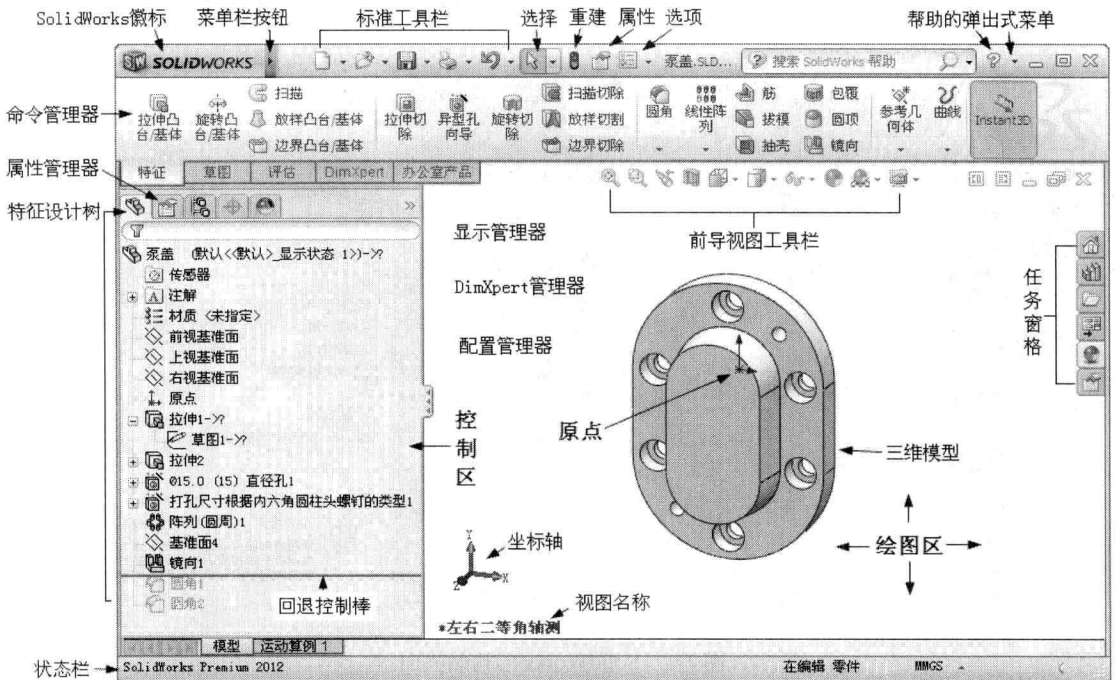
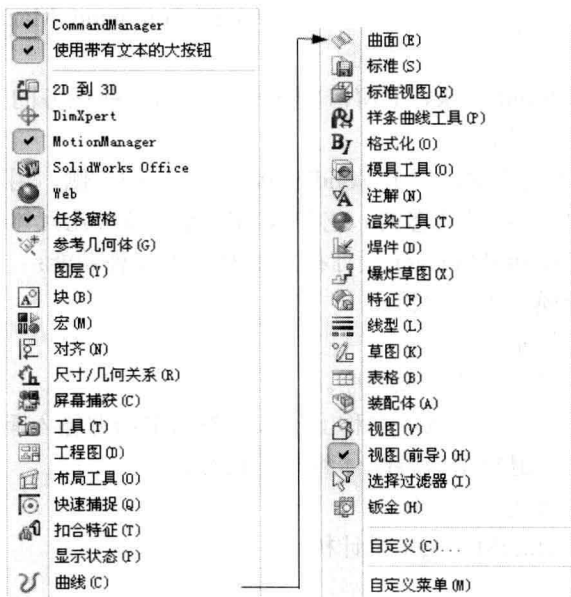

图 1-3 SolidWorks 2012 零件设计模式的用户界面
图 1-4 “工具栏”菜单
SolidWorks 的用户界面与设计模式有关，三种设计模式下用户界面的菜单与工具栏的构成均有所不同。SolidWorks 零件设计模式的用户界面如图 1-3 所示。它包括标题栏、菜单栏、工具栏、状态栏等 Windows 通用界面要素，其工作区域分为图形区和控制区两部分。
(3) 工具栏：工具栏将工具按钮分类集中起来，它是启动命令的一种快捷方式。用户可以直接单击工具栏上的按钮来实现各种功能。图 1-3 中仅打开了部分常用工具栏，用户可通过选择“视图”→“工具栏”菜单或在任何一个工具栏上单击鼠标右键，在系统弹出的“工具栏”快捷菜单上选择要打开的工具栏，如图 1-4 所示。其中显示了所有工具栏的名称，带有复选标记 的工具栏表示该工具栏已经打开。当指针移动到按钮上暂停时，会弹出一个窗口来显示该工具的名称及相应的功能，几秒后该窗口会自动消失。